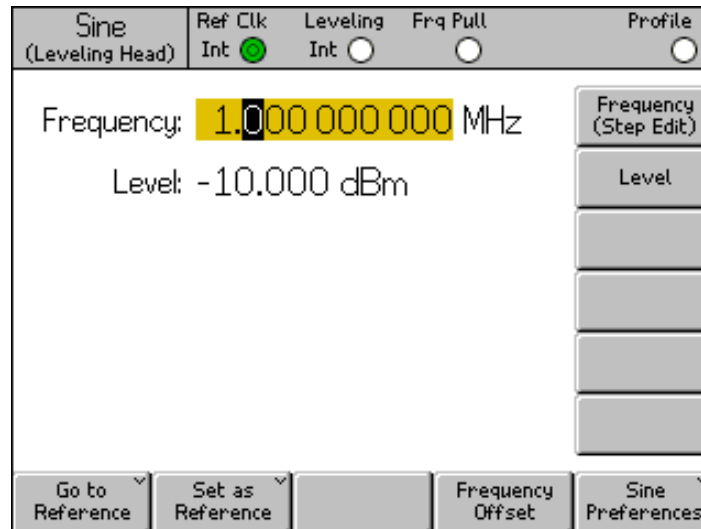

Figure 3-5. Ecran Leveled Sine
Appuyez sur une touche de fonction principale sur le panneau avant, **SINE**, **MOD**, **SWEEP** pour faire apparaître l'écran principal correspondant sur l'écran (reportez-vous à l'écran Leveled Sine ci-après. Les champs de données modifiables occupent la partie centrale de l'écran ; la barre d'état est en haut de l'écran. Les étiquettes de touches de fonction s'alignent sur les bords droit et inférieur de l'écran. Voir la Figure 3-5.
1. Affichez l'écran correspondant, par exemple, l'écran Leveled Sine illustré par la Figure 3-5.
Lorsqu'il est sélectionné, le champ *actif* est facilement identifiable grâce à ses données grisées. Dans la Figure 3-5 de l'exemple, le champ Frequency (Fréquence) est *actif*, le mode de modification est Cursor, identifié par le curseur noir (repère) qui permet de passer de chiffre en chiffre (gauche-droite, ⬅️➡️). L'utilisateur peut ici facilement apporter de légères modifications au chiffre sélectionné en utilisant le sélecteur rotatif ou les touches haut-bas (⬆️⬇️). Si plusieurs caractères du champ doivent être modifiés, il vaut mieux utiliser le bloc de saisie alphanumérique pour le modifier (Keypad edit).